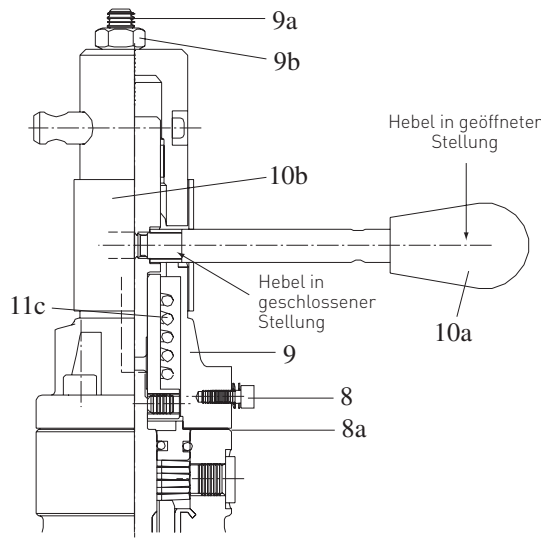
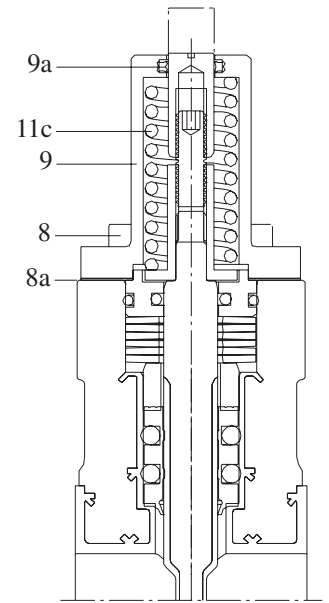

Abb. 13
Abb. 14
Nur für Flaschenadapter mit Betätigungshebel (siehe Abb. 13).
4. Die beiden sich gegenüberliegenden Innensechskantschrauben (8) entfernen und durch die beiden Gewindestangen der Federspannvorrichtung aus Werkzeugsatz SV-SEW3 ersetzen.
5. Zuerst die Zweilochplatten und dann die Unterlagsscheiben auf die Gewindestangen aufsetzen und mit Flügelschrauben, wie (in Abb. 13/14) dargestellt, sichern.
8. Steuerkopf (9) und Dichtung (8a) vom Ventilkörper abnehmen.
9. Bei der Bajonettadapter-Ausführung nur die X-Ring-dichtung (9a) (siehe Abb. 14) auswechseln.